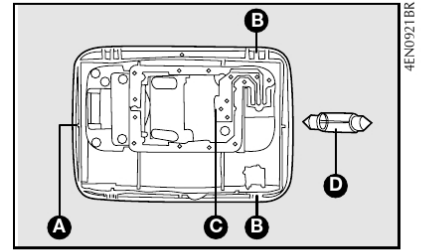

fig. 24
- retirar o refletor recolocando a nova lâmpada na sede **C-fig. 24** e substituir a lâmpada cilíndrica **D**.